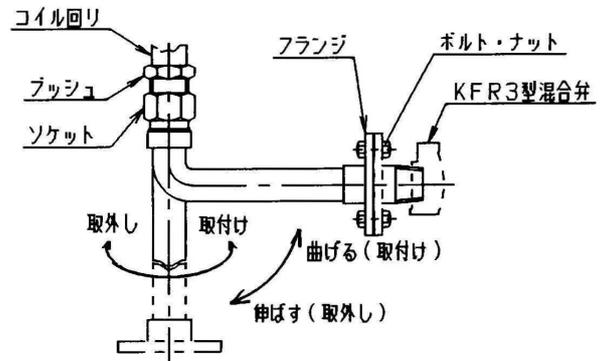

図 8. 高温水側フレキの分解
- (1) 六角ボルト・ナット (58) を外すと、上部ふた (57) が外せます。
- (2) 高温水側のフレキシブルチューブは、最初混合弁のフランジのボルト・ナットを外して、図 8 のようにフレキシブルチューブを一旦伸ばしてからブッシュとともに回して外してください。冷水側のフレキシブルチューブも始めフランジ側のボルト・ナットを外し、高温水側同様一旦伸ばしてからブッシュとともに回して外してください。
- (3) 次に六角ボルト (53) を少し緩め、フランジ (54) を回して外すとコイル回り (59) が取り外せます。